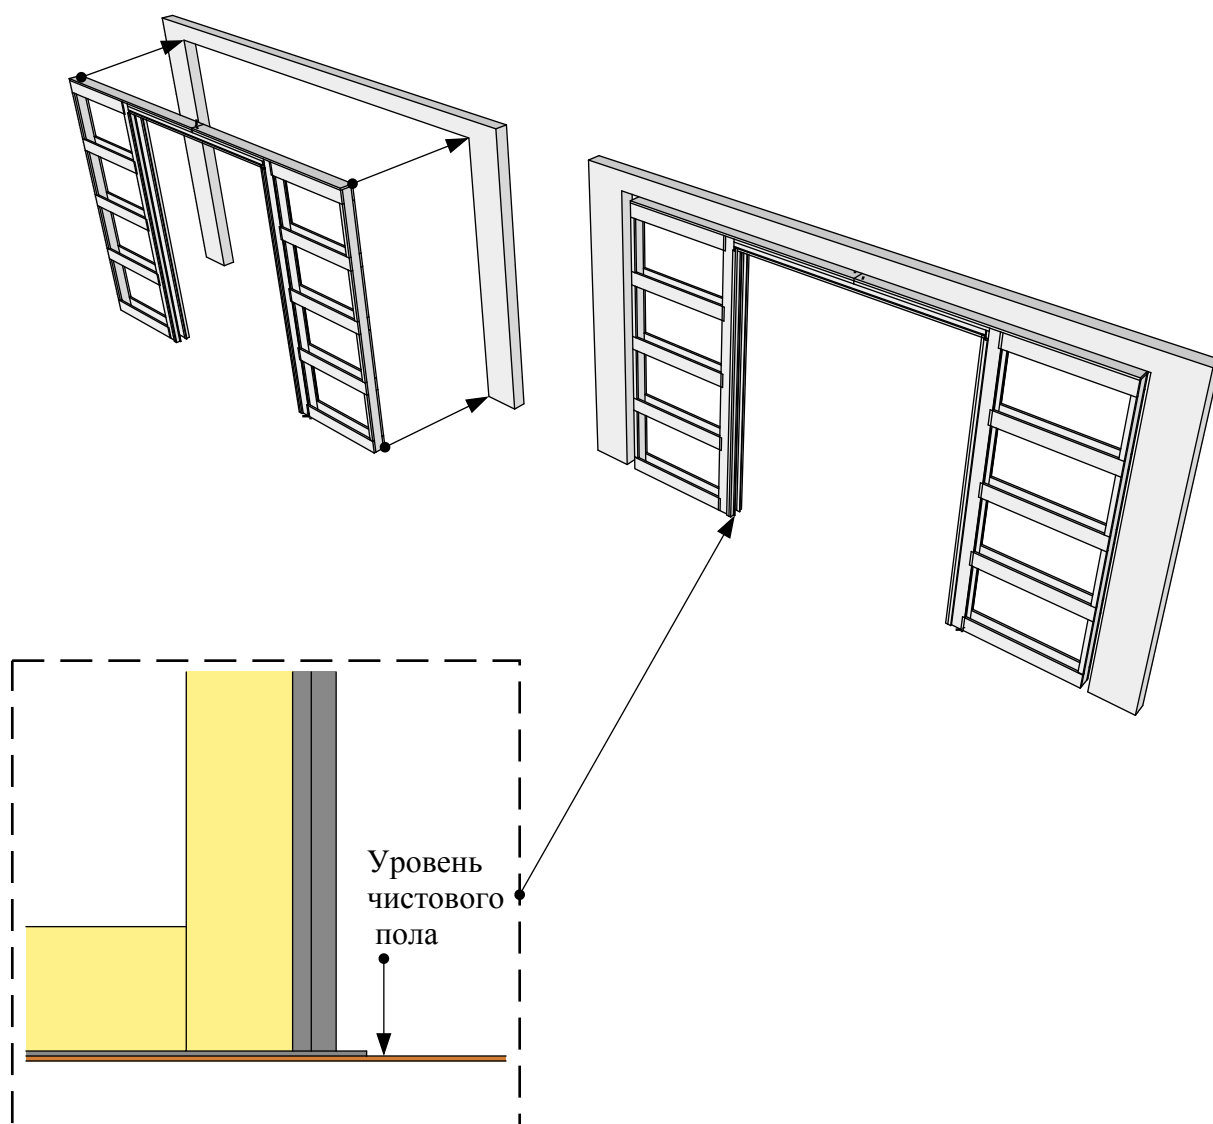

Рисунок 17
6. Установить собранный пенал в проём (Рис. 17).